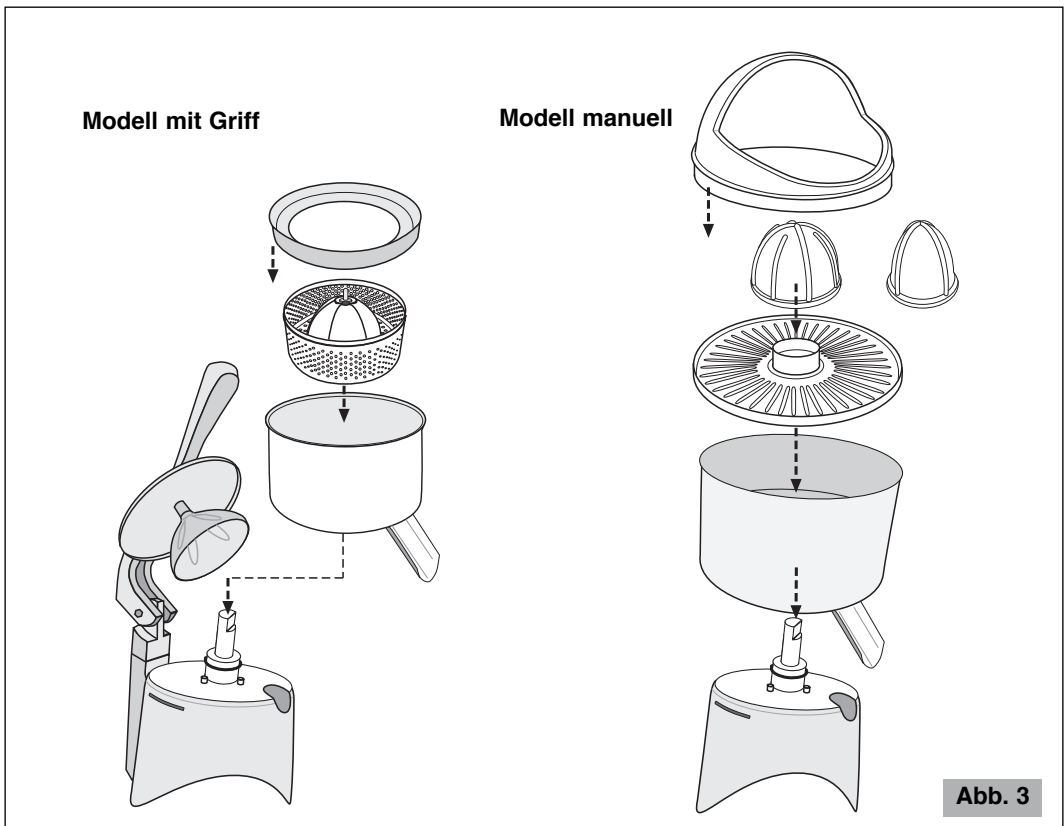

Abb. 3
- Modell mit Griff (Abb. 3 und Abb. 6)**
- Modell manuell (Abb. 3)**